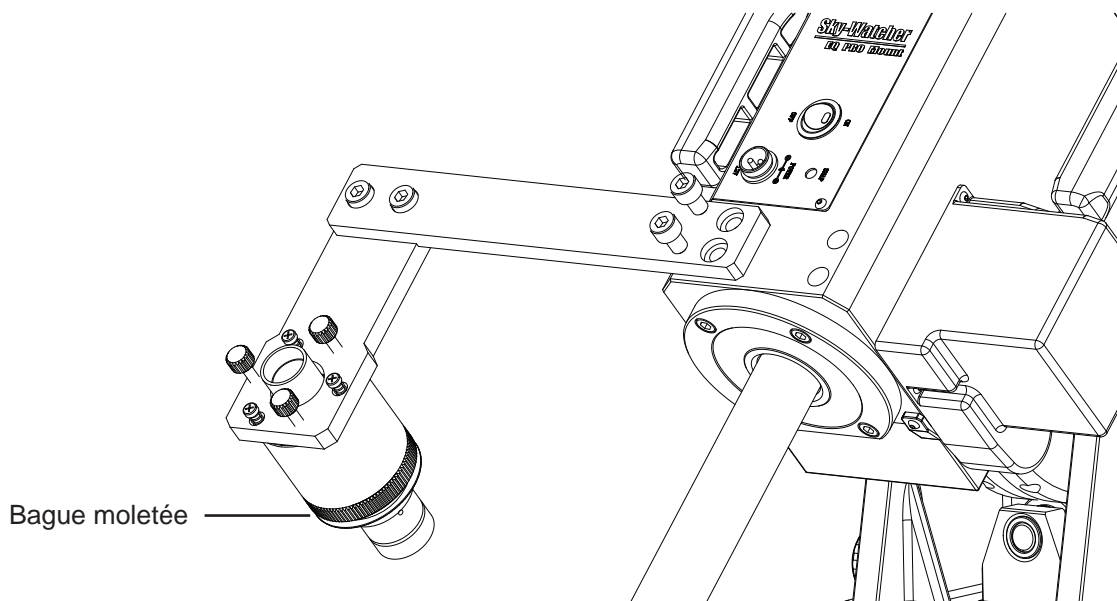

Fig. 2.3a
1. Installez le viseur polaire sur la monture EQ8 comme indiqué sur la Fig. 2.3a.